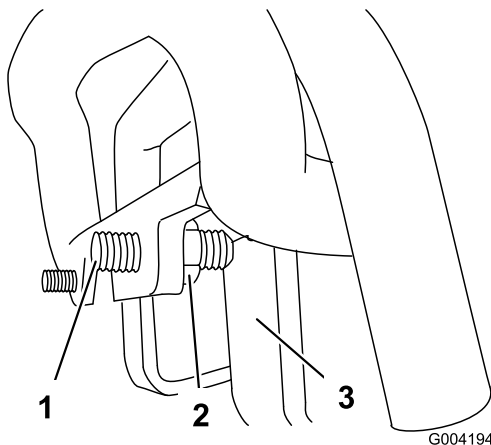

Figure 61
3. Si la machine se déporte vers la **gauche**, desserrez l'écrou de blocage **droit** et ajustez la vis d'alignement à l'avant de la commande de déplacement (Figure 61).
4. Si la machine se déporte vers la **droite**, desserrez l'écrou de blocage **gauche** et ajustez la vis d'alignement à l'avant de la commande de déplacement (Figure 61).